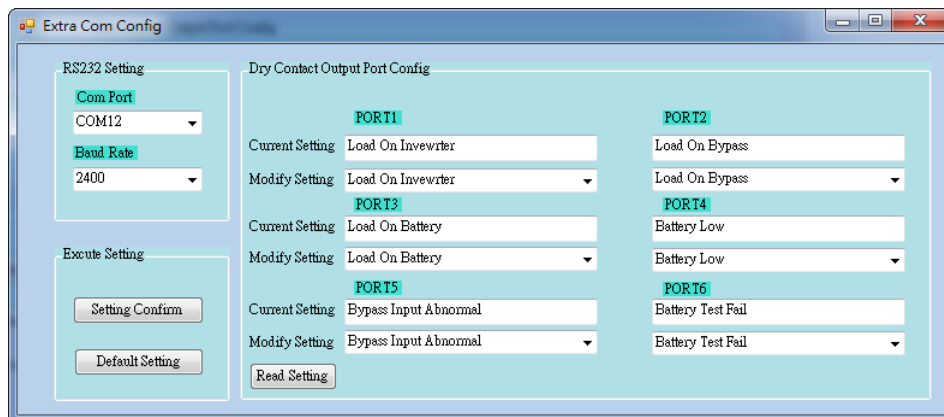

Figura 5-20
Step 2: Iniziare la configurazione Extra Com Config del software sul computer. Poi, apparirà una schermata come in Figura 5-20.